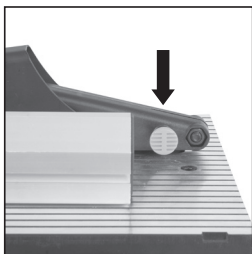

FIG. 19
- Trek de geveerde fixeerpennen aan de achterkant van de bovenste beschermkap uit (**Fig. 19**)